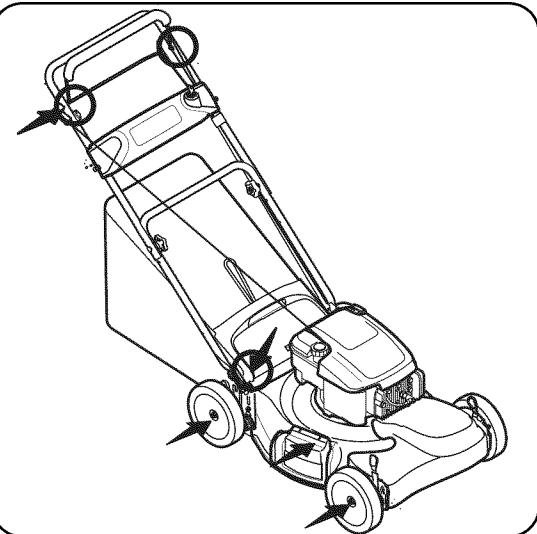

Figura 5-1
- Lubrique con aceite ligero los puntos de pivote de la manija de control de la cuchilla al menos una vez cada estación. El control de la cuchilla debe funcionar libremente en ambas direcciones. Vea la Figura 5-1.
- Lubrique las ruedas por lo menos una vez por temporada con aceite ligero o aceite para motor. Sin embargo, si las ruedas se quitan por cualquier razón, debe lubricar la superficie del brazo giratorio y la superficie interna de la rueda con aceite ligero. Vea la Figura 5-1.
- Lubrique el resorte de torsión y el punto de pivote de la puerta trasera de descarga periódicamente con aceite ligero para prevenir la oxidación. Vea la Figura 5-1.